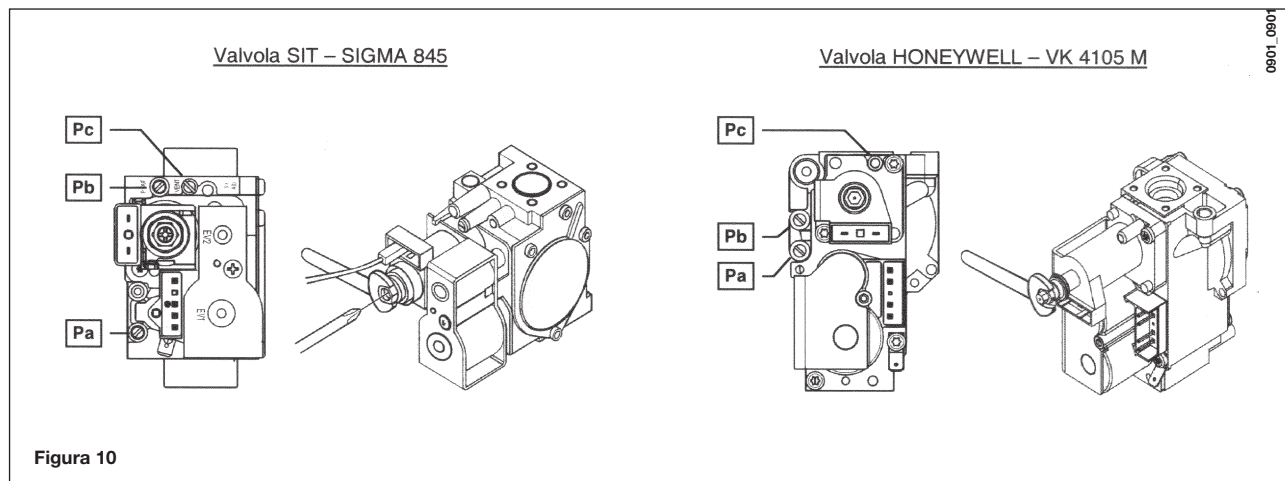

Figura 10
La caldaia può essere trasformata per l'uso a gas metano (**G. 20**) o a gas liquido (**G. 31**) a cura del Servizio di Assistenza Tecnica autorizzato. Le modalità di taratura del regolatore di pressione sono leggermente differenti a seconda del tipo di valvola del gas utilizzata (**HONEYWELL** o **SIT** vedi figura 10).
- collegare la presa di pressione positiva di un manometro differenziale, possibilmente ad acqua, alla presa di pressione (**Pb**) della valvola del gas (Figura 10). Collegare, solo per i modelli a camera stagna, la presa negativa dello stesso manometro ad un apposito "**T**" che permetta di collegare insieme la presa di compensazione della caldaia, la presa di compensazione della valvola del gas (**Pc**) ed il manometro stesso. (Una pari misura può essere effettuata collegando il manometro alla presa di pressione (**Pb**) e senza il pannello frontale della camera stagna);
- verificare che la pressione dinamica di alimentazione della caldaia, misurata alla presa di pressione (**Pa**) della valvola del gas (Figura 10) sia quella corretta (37 mbar per il gas propano o 20 mbar per il gas naturale).